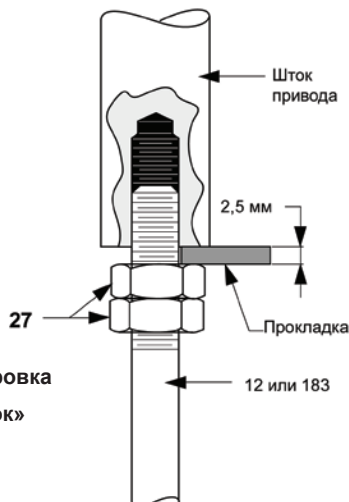

Рисунок 5 – Регулировка узла «пробка-шток»
- Вверните и затяните два винта (16). Также затяните две гайки (8а). Затяните от руки две гайки фланца сальника (8b).
- Наверните одну гайку (27) на нижнюю часть штока привода, установив регулировочную прокладку размером 2,5 мм между гайкой и штоком (см. Рисунок 5).
- Затяните вторую гайку (27) относительно первой в этом положении. Снимите регулировочную прокладку и вкрутите шток пробки в шток привода так, чтобы гайки соприкоснулись со штоком привода. Зафиксируйте соединение гаечным ключом, установив его на гайки.